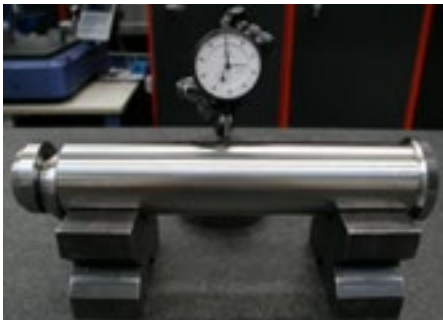

Fig.8
5.2 Effectuer au moins tous les 12 mois un contrôle de cylindricité pour vérifier eventuelles déformations permanentes (voir **Fig.8**): il est suffisant de vérifier que la broche tourner librement sur son axe à l'intérieur du support.
5.4 En cas des imprévus effondrements des cordes / chaînes de levage avec un conséquent surcharge sur les broches de manutention, soumettre ceux-ci au contrôle de cylindricité (voir **Fig.8**) pour vérifier eventuelles déformations; en cas des erreurs supérieurs à 0,3 mm remplacer les broches intéressées; remplacer les vis de fixation et vérifier la correcte fermeture selon la tableau mentionné dans la notice.
5.5 En cas de collisions accidentelles dans le zones d' élingue pendant les opérations de levage / mouvementation / renversement, soumettre ceux-ci au contrôle de cylindricité pour vérifier eventuelles déformations; en cas des erreurs supérieurs à 0,3 mm (voir **Fig.8**) remplacer les broches intéressés; soumettre les chapes de manutention au contrôle visuel pour vérifier eventuelles déformations et si nécessaire remplacer eux; remplacer les vis de fixation et vérifier la correcte fermeture selon la tableau mentionné dans la notice.